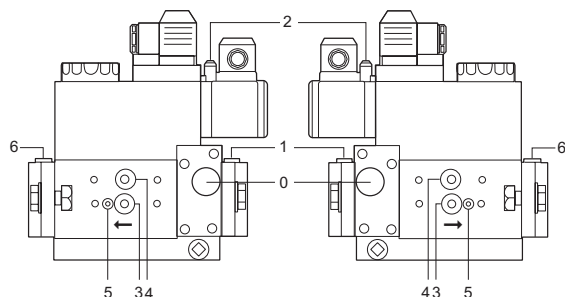
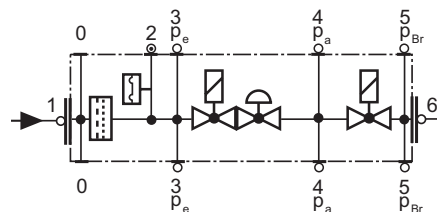

Fig. 12
Fig. 13
- Schimbați filtrul dacă diferența de presiune dintre prizele 1 și 3 (Fig. 12-Fig. 13) este $\Delta p > 10$ mbar.
- Schimbați filtrul dacă diferența de presiune dintre prizele 1 și 3 (Fig. 12-Fig. 13) este de două ori mai mare comparată cu cea de la ultima verificare .